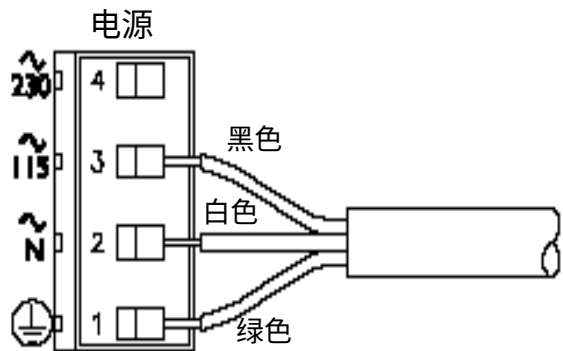

图 2-13
- 无字母前缀序列号分析仪的 TB3 上的“ground symbol”（接地符号）接线端子 1（图 2-13、2-15 或 2-17）。